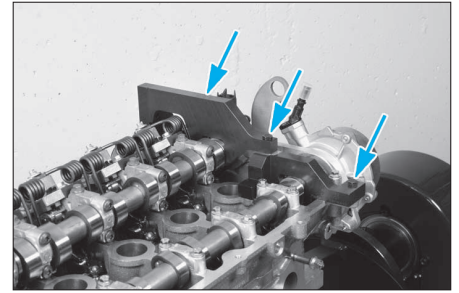

FIG. 12
- Fixer l'ensemble sur la culasse (flèches) (Fig.12).